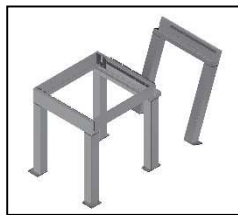

Abbildung 54
- » Für die Montage von Mehrfeldanlagen wiederholen Sie die beschriebenen Schritte der Kapitel 2.5.3 bis 2.5.7 für jedes weitere Feld (Abbildung 54 bis Abbildung 57).